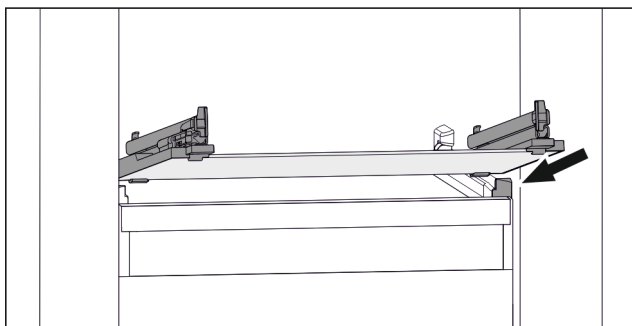

Fig. 95 Príklad zobrazenia sklenenej dosky
- ▶ Nasadíte sklenenú dosku šikmo za zarážkami. (pozri Fig. 95)